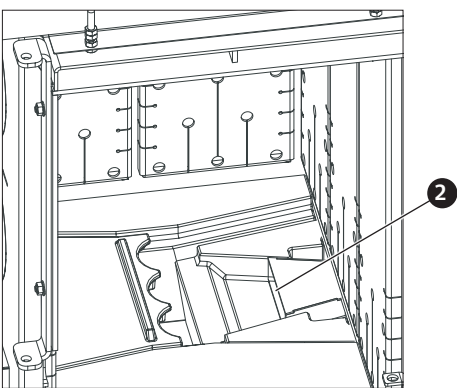

Fig. 70 Abbrandplatten herausnehmen; Sekundärluft-Öffnungen kontrollieren
- ▶ Beide Abbrandplatten herausnehmen, Asche aussaugen und die darunter befindlichen Sekundärluft-Öffnungen kontrollieren und gegebenenfalls freimachen – Fig. 70.